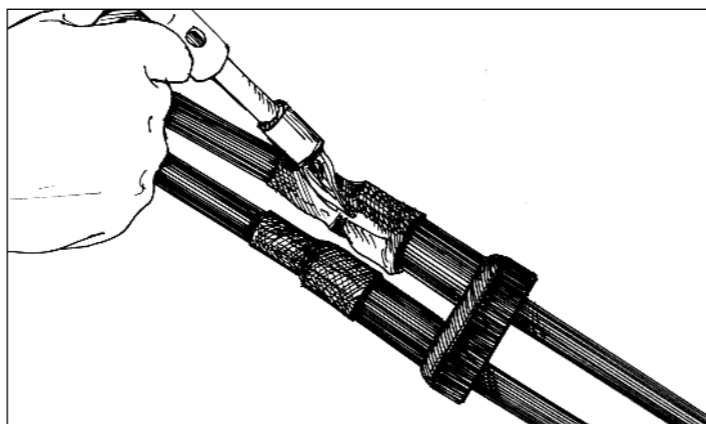

Рис. 4.3. Усадка отрезков трубок ТУТ
**4.6.** Оголовник муфты сдвигают до упора в переемычку. На стыки патрубков и шланга (покрова) кабелей устанавливают и усаживают трубки ТУТ (Рис. 4.3), которые на стыках предотвращают выход герметика «Пуласт» при его расширении. Это основное назначение ТУТ.